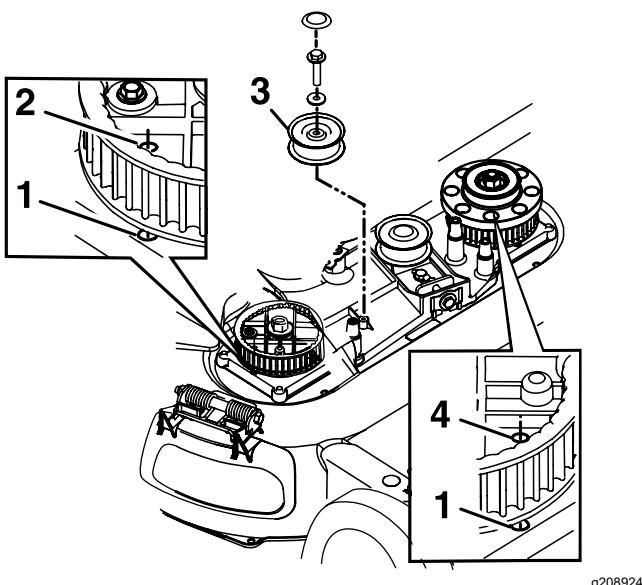

Figure 37
- 8. Déposez la poulie de tension fixe et les fixations (Figure 37).
- 10. Alignez les trous des pignons gauche et droit sur les trous du carter, comme montré à la Figure 37.